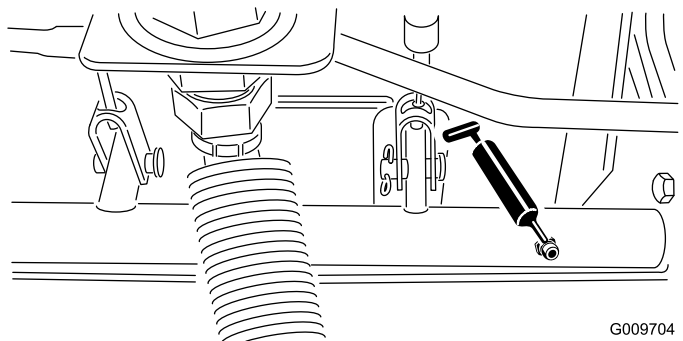

Figure 26
- Roulements d'axes de pivots de freins (5) (Figure 26)